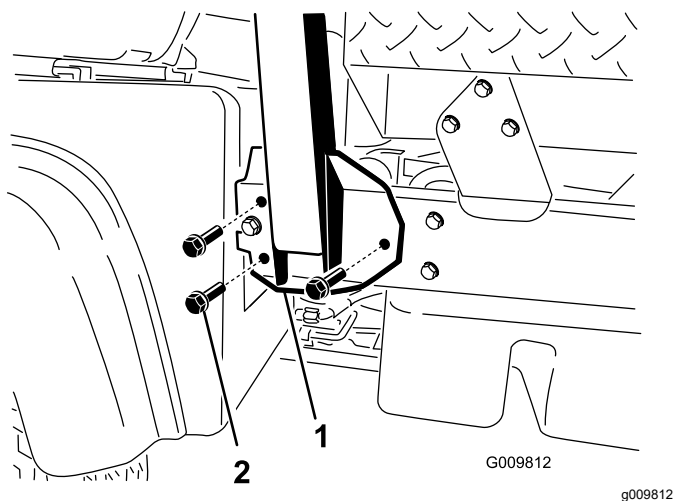

Figura 4
2. Allineate ciascun lato del roll bar con i fori di montaggio su ciascun lato del telaio della macchina (Figura 4).
3. Fissate la staffa di montaggio del roll bar al telaio della macchina con 3 bulloni a testa flangiata ($\frac{1}{2}$ " x $1\frac{1}{4}$ ") su entrambi i lati (Figura 4).